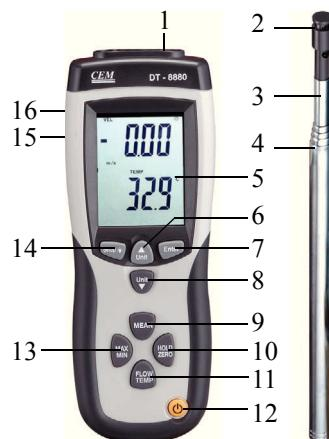

Рис. 1
- a. Подключите телескопический щуп 4 к гнезду 1 (см. рис. 1).